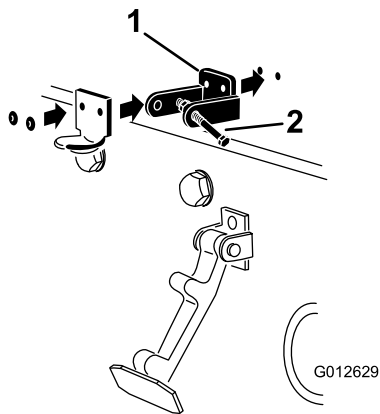

Bild 4
4. Fluchten Sie die Löcher in der Halterung für den Motorhaubenriegel, der Halterung für den CE-Riegel und der Motorhaube aus, wie in Bild 4 abgebildet.
Hinweis: Fluchten Sie die Halterung des CE-Riegels gegen die Motorhaube aus (Bild 4). Nehmen Sie
6. Nieten Sie die Halterungen und Scheiben an die Haube (Bild 4).